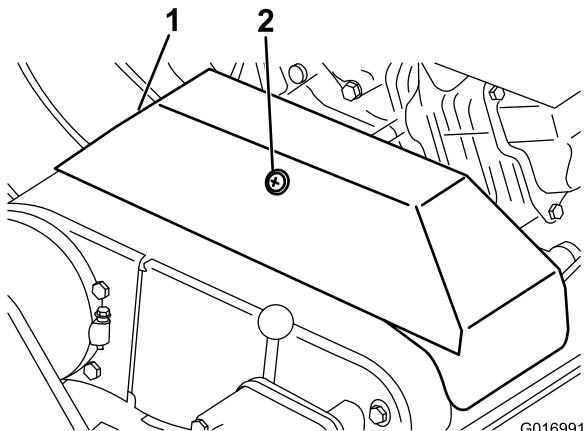

図 36
3. Vベルトカバーを固定しているリテーナをゆるめて、カバーを開ける（図 36）。